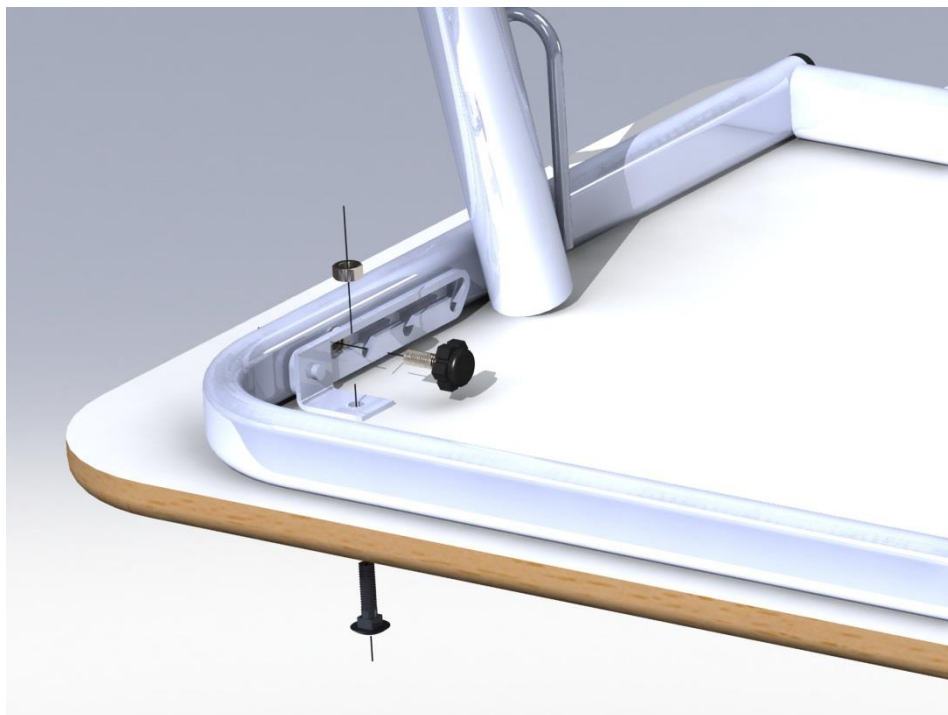
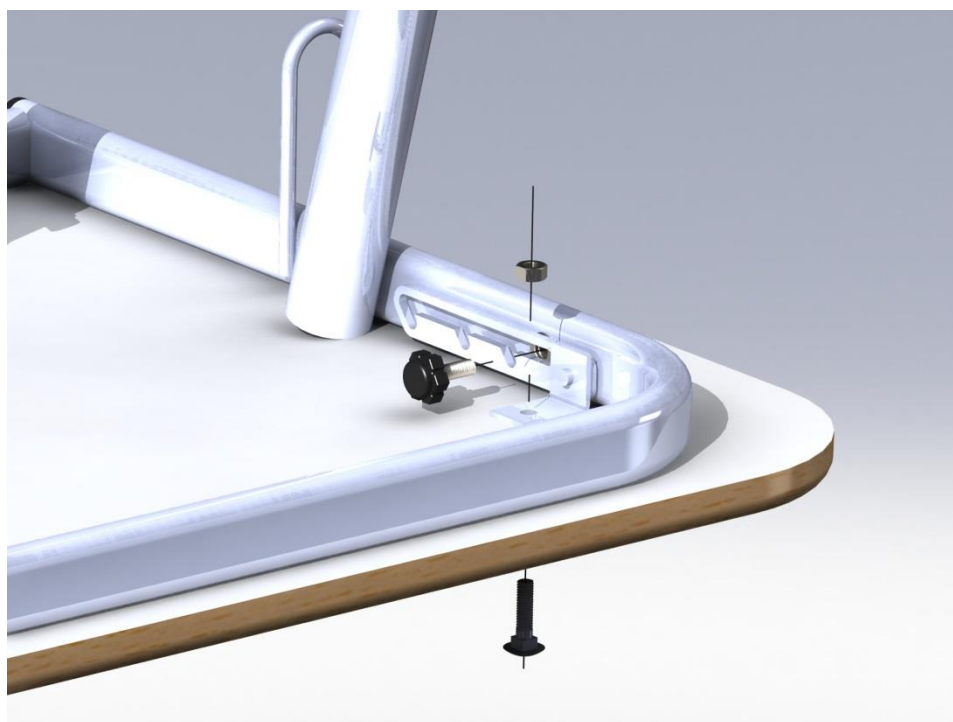

Рис. 2
Рис. 3
2. При помощи винтов DIN603 M6x25 и гаек М6 закрепить на столешнице механизмы регулировки угла наклона справа (рис. 2) и слева (рис. 3). Гайки не затягивать.
4. Установить в раму, через рейки механизмов регулировки угла наклона, винты М6 с пластиковыми головками (см. рис. 2, рис. 3), выдерживая параллельность реек и боковых сторон рамы.